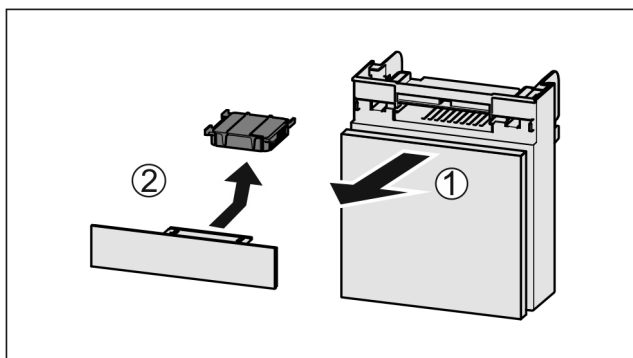

Fig. 134
- ▶ Издърпайте Fig. 134 (1) напред от отделението.
- ▶ Извадете Fig. 134 (2) филтъра с активен въглен.